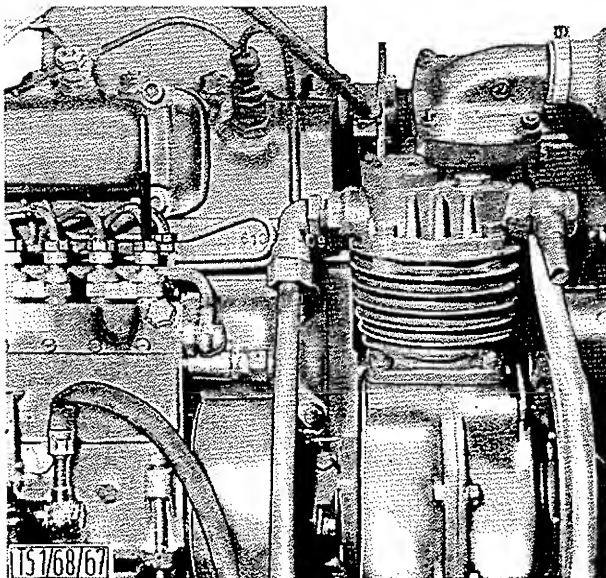

BILD 127 : Einstellen der Einspritzpumpe
4. Einspritzleitung am 1. Zylinder (dem Kühler am nächsten) abmontieren und an ihrer Stelle eine Leitung mit Schauglas (Bild 127) montieren. Nun wird mit dem Spritzversteller so lange gepumpt (hin und her gedreht), bis der Kraftstoff aus dem Schauglas spritzt. Man wiederhole den Vorgang und drehe langsam die Nockenwelle der Einspritzpumpe in Drehrichtung, bis sich der Kraftstoffspiegel im Schauglas zu heben beginnt. In dieser Lage zieht man die Feineinstellschraube (122/4) fest und kuppelt so die beiden Kupplungshälften. Zur Kontrolle der richtigen Förderbeginneinstellung wird das Schwungrad in entgegengesetzter Drehrichtung verdreht (nach rechts, in Fahrtrichtung gesehen) und langsam bei gleichzeitiger Beobachtung des Schauglases wieder zurückgedreht (Richtung OT)